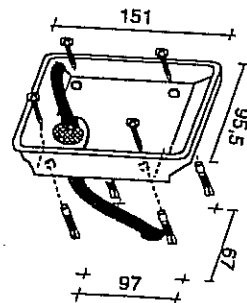

FIG.2
-Fissare a muro la piastra di bloccaggio con tasselli e viti adeguate (non in dotazione) FIG.2
-Fix the holding plate to the wall through the suitable washers and screws(options) FIG.2